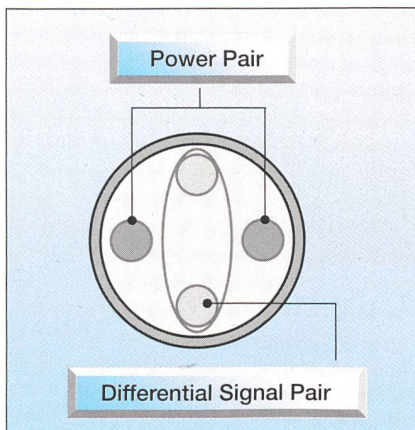

Bild 10 USB-Kabel-Querschnitt
12 MBit/s; die Sub Channels übertragen Daten mit bis zu 1,5 MBit/s. Der Datentransfer kann isochron (Audio, Telefonie), Interrupt- (Maus) oder Bulk-basiert (Geräte-Reset) oder kontrolliert (bei Konfigurationen) erfolgen, wobei die Medienzugriffskontrolle – im Gegensatz zu IEEE 1394 – voll und ganz beim Host (PC) liegt. Das 4-Draht-Kabel (Bild 10) kann die Peripheriegeräte mit bis zu 5 V Spannung versorgen, die Signale entsprechen der CMOS-3,3-V-Konvention. Bei den Transaktionen spielt sich die Kommunikation in drei Phasen ab: In der Token-Phase sendet der Host (PC) Pakete, deren Identifikation (PID) den Transaktionstyp bestimmt. In der Daten-Phase (bis zu 1024 Byte) und der Handshake-Phase werden entweder keine oder mehrere Pakete gesendet. Die Handshake-Phase wird dazu benutzt, um den Datenfluss zu kontrollieren. An alle während der Daten-Phase gesendeten